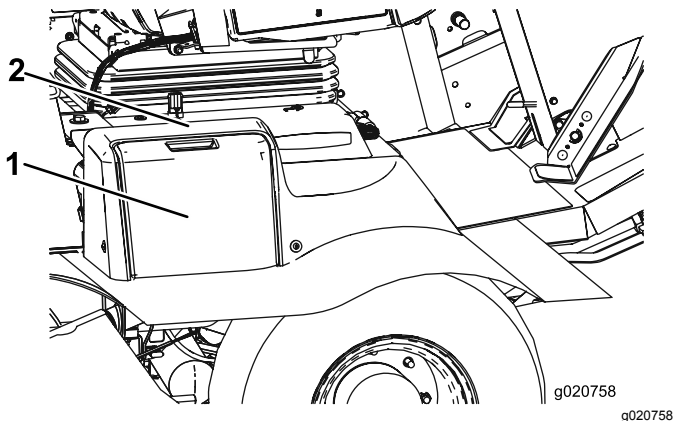

Bild 75
1. Öffnen Sie die Batterieabdeckung an der Seite der Abdeckung (Bild 75).
**Hinweis:** Üben Sie Druck auf die flache Oberfläche über der Batterieabdeckung aus, um das Entfernen der Abdeckung zu erleichtern (Bild 75).